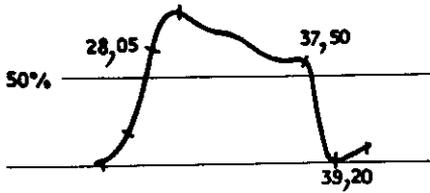

Fig: 6
4. Visser 326 pour positionner le marqueur 28,05 MHz à 70 % du sommet de la courbe (voir fig. 6).